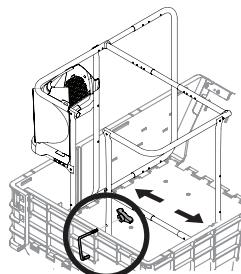

Figure 12
2. Si nécessaire, adaptez la taille du cadre à celle de la remorque avec les tubes de réglage, en veillant à ce que les taquets s'enclenchent bien dans les trous. Voir Figure 12.
4. Le crochet sert à arrimer le cadre à la remorque. Passez sa tige filetée dans la partie avant gauche du cadre, puis faites reposer l'autre extrémité (celle avec le capuchon protecteur) sur la paroi externe de la remorque, et fixez le tout avec un boulon à oreilles, comme illustré à la Figure 12.